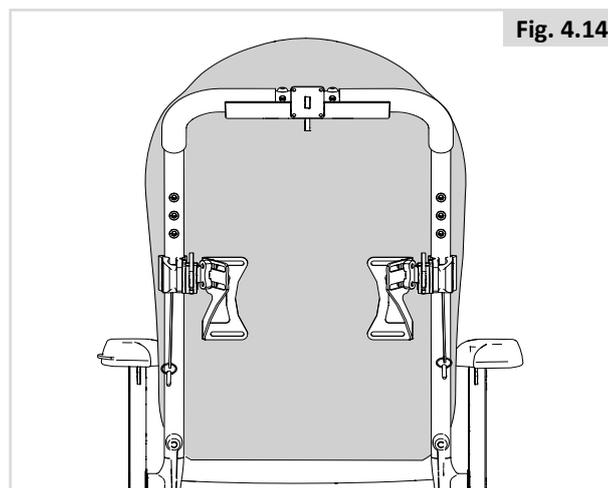

Fig. 4.14
**Schienale J3 (Fig. 4.14)**
Per raggiungere la vite posteriore quando il bracciolo si trova in una posizione più bassa, allentare prima le viti (A) di Fig. 4.14 e, quindi, regolare l'inclinazione dell'imbottitura.